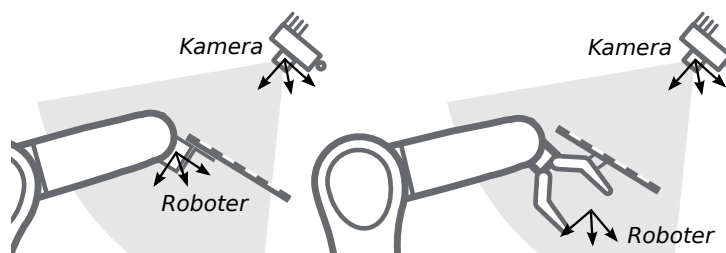

Abb. 6.19: Alternative Montageoptionen für die Befestigung des Kalibrierusters am Roboter
6.18 und Abb. 6.19 angegeben, angebracht werden.
Bemerkung: Für das Modul zur Hand-Auge-Kalibrierung spielt es keine Rolle, wie das Kalibriermuster in Bezug auf das benutzerdefinierte *Roboter*-Koordinatensystem genau angebracht und positioniert wird. Das bedeutet, dass die relative Positionierung des Kalibriermusters zu diesem Koordinatensystem weder bekannt sein muss, noch für die Kalibrierroutine relevant ist (siehe in Abb. 6.19).